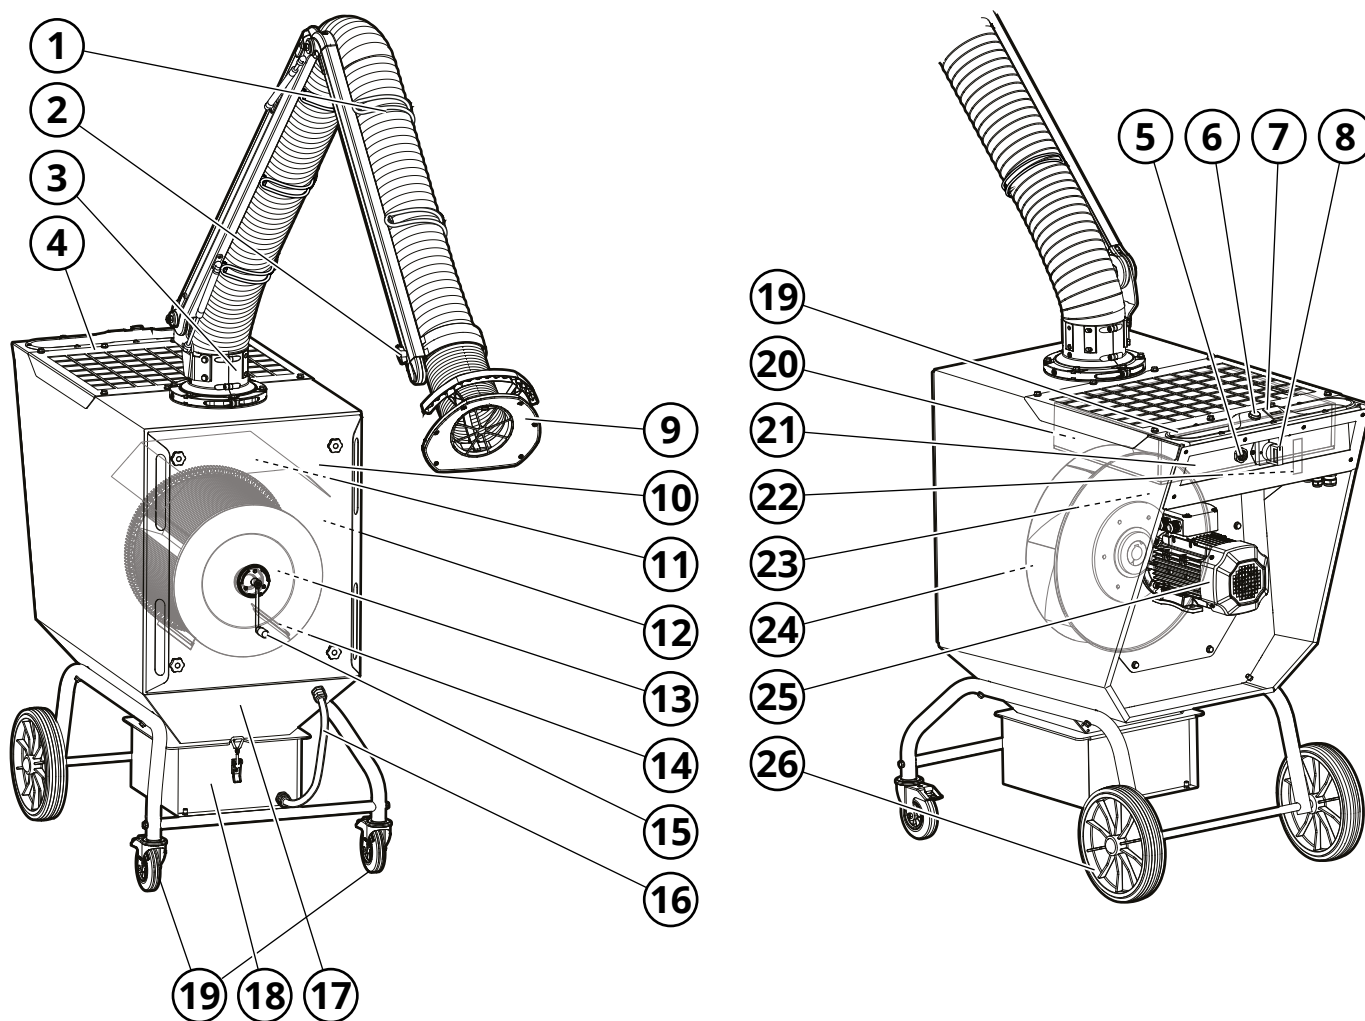

Fig. 2
Consulte la Fig. 2.
El aire contaminado se aspira a través del extractor local (1, **Fig. 2**) al lado sucio de la máquina (12), donde el aire se limpia a través del cartucho del filtro (13). El grado de filtrado es de $\geq 99\%$ para la contaminación por humo y polvo de soldadura de aceros de alta aleación, como, por ejemplo, acero con un contenido de níquel y cromo del 30 %. A continuación, el aire limpio se aspira a través de la turbina (24) y se pasa luego desde el lado limpio de la unidad de filtrado (23) a través de la rejilla de salida (4).